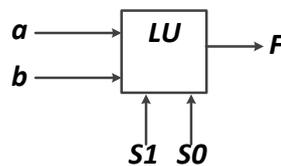

图 2.4 多功能逻辑运算单元 LU 原理框图
3、采用迭代法，利用实验一中设计的多功能门电路模块和本次实验设计的“4 选 1”数据选择器，设计一个具有多功能逻辑运算单元 LU，完成仿真验证和 FPGA 上板验证。该逻辑运算单元的功能框图如下图 2.4 所示，其功能要求如下表 2.3 所示。（提示：此实验任务需要根据 LU 的功能要求，修改实验一中设计的多功能门电路模块的功能。）